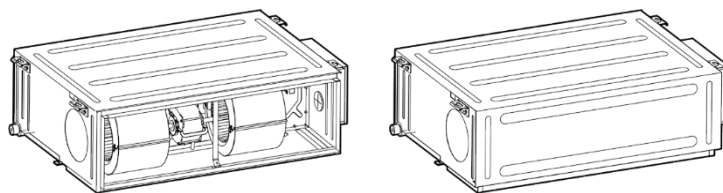

Fig. 4.4.4
❶ La posizione di installazione predefinita della flangia rettangolare è sul retro e la piastra di copertura del ritorno d'aria si trova nella parte inferiore, come illustrato nella Fig. 4.4.4.